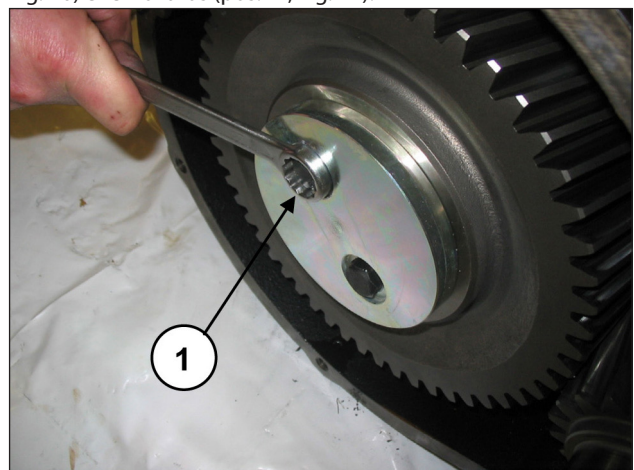
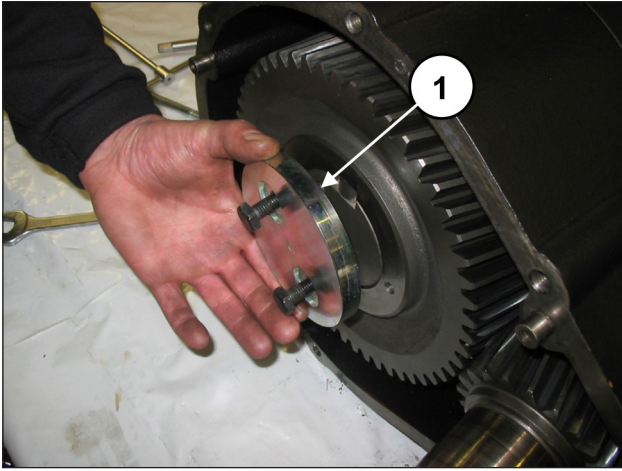

Fig. 10
Fig. 11
Com a operação finalizada, remova a cobertura do redutor e, em seguida, remova o rolamento do pinhão. Solte os parafusos que fixam a retenção da coroa (pos. ①, Fig. 10) e remova-os (pos. ①, Fig. 11).